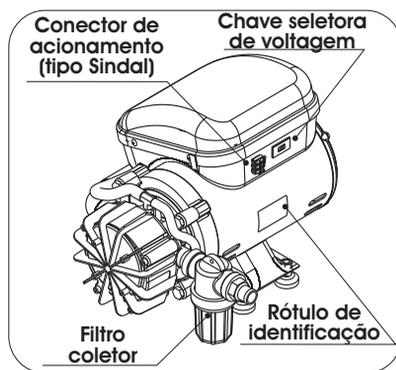

Fig. 6
- ▶ Conecte o filtro coletor de resíduos na entrada de sucção (Fig. 6, pág. 8), em seguida, conecte a mangueira corrugada no filtro coletor. Lembre-se de colocar a braçadeira antes de encaixar a mangueira, aperte-a com firmeza.
Antes de realizar o contato, tenha sempre à mão o modelo do equipamento, voltagem, número de série e data de fabricação, que se encontram no rótulo de identificação, localizado na parte posterior do equipamento (Fig. 6, pág. 8) e uma descrição do problema.